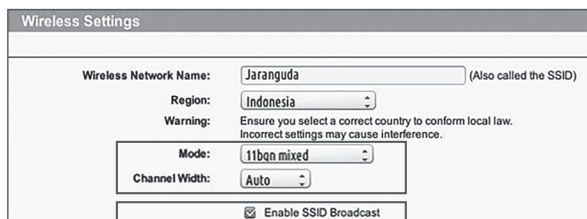

Рис.1
2. Убедитесь, что в Вашем роутере режим беспроводной настройки 802.11 скомбинирован в b/g/n. (см. рис. 1)
3. Убедитесь, что ширина канала беспроводной сети в Вашем роутере установлена на режим "Авто" или 20M или 20M в комбинации с 40M (см. рис. 1)
4. Убедитесь, что Ваш роутер активирует функцию Широковещательной информации о зоне обслуживания при подключении аппарата к приложению. И Вы можете закрыть его после успешного подключения (см. рис. 1).
Вставьте оба конца провода в любые два из трёх отверстий коннектора. Вставьте провода полностью, пока оба конца провода не будут видны на другой стороне коннектора. (См. рис. 1). Сожмите коннектор с помощью плоскогубцев. (См. рис. И1,И2)